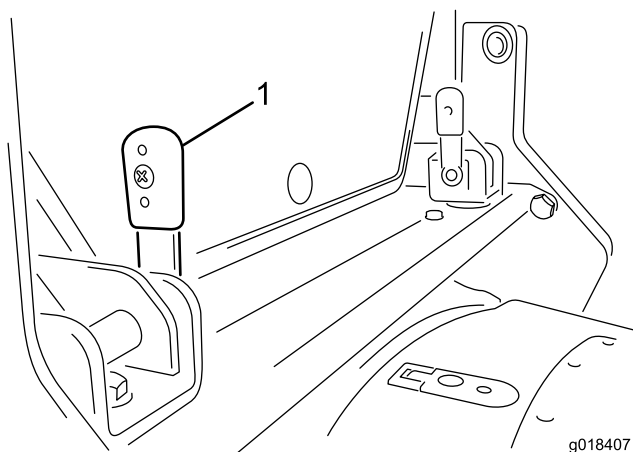

Figura 12
1. Ruotate le due leve di bloccaggio situate sulla traversa dietro la cabina in modo che siano rivolte verso l'alto (Figura 12).
3. Premete le leve dalla posizione verticale (Figura 12) attraverso la serie di staffe. Potrebbe essere necessario inserire le leve nelle staffe per allineare i perni di bloccaggio nelle scanalature.